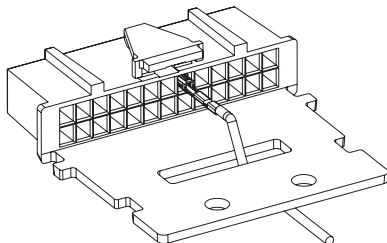

Abb. 2a. Zugentlastung
2. Führen Sie den Draht mit Kontaktstift wie in *Abb. 2a* gezeigt durch den Anschlussstecker. Sind mehrere Zubehörteile an das Funkgerät angeschlossen, verfahren Sie bitte wie in *Abb. 2b* gezeigt und sichern das Kabel mit einem Kabelbinder.